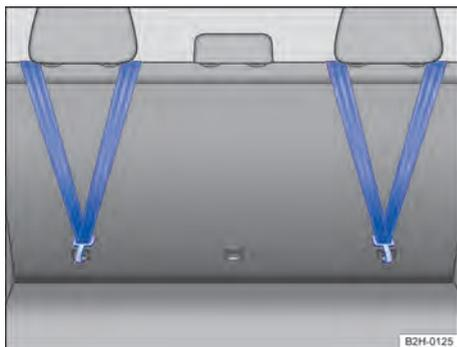

Fig. 43 Na parte traseira do encosto do banco traseiro: cinto de fixação superior preso.
5. Enganchar o cinto de fixação superior no respectivo olhal de retenção → Fig. 43.